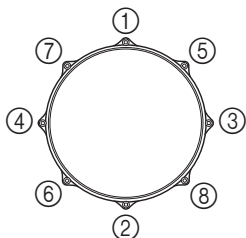

図 1-1B
- \* ヘッドを張る際には、一箇所だけを強く締めないで下さい。最初はチューニングキーを使わず、指で締められる程度に各ボルトを締め、そのあとチューニングキーを使って図1-1Bのように対角線の順に少しずつ均等に締めるとうまくいきます。